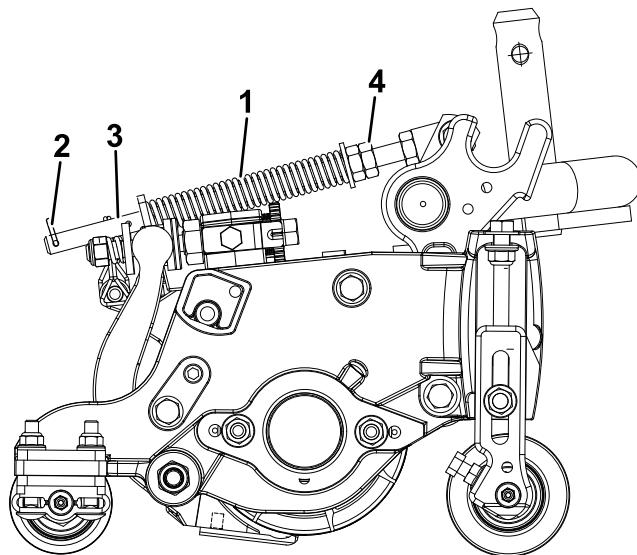

Figura 14
2. Aperte as porcas sextavadas na extremidade dianteira da haste da mola até que o comprimento comprimido da mola (Figura 14) seja de 12,7 cm nas unidades de corte de 12,7 cm, ou 15,8 cm nas unidades de corte de 17,8 cm.
A mola de compensação de relva (Figura 14) transfere peso do cilindro dianteiro para o cilindro traseiro. Isto ajuda a reduzir o efeito ondulado na relva, também conhecido como ondulação ou “bobbing”.
- Certifique-se de que o contrapino do gancho está instalado no orifício traseiro na haste da mola (Figura 14).